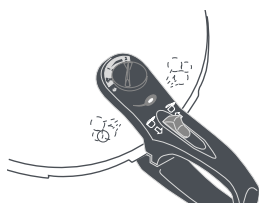

Fig. 2
Détecteur de pression (2). Il permet de voir la présence de pression à l'intérieur de l'autocuiseur. À mesure que le liquide de cuisson chauffe, une pression est générée à l'intérieur de l'autocuiseur et le détecteur de pression (2) se lève automatiquement. Pendant ce temps, vous pouvez voir la vapeur s'échapper sur le côté, par la poignée du couvercle (5) (Fig. 2). Lorsque le détecteur de pression (2) est levé, il indique la présence